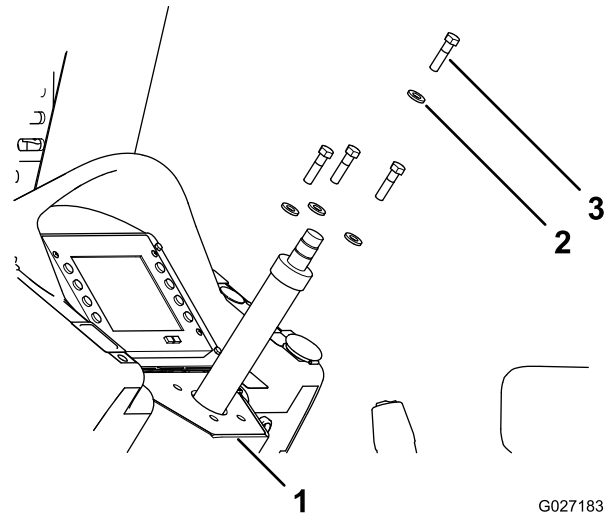

Figura 4
3. Retire los 4 pernos (3/8" x 1 1/2") y las 4 arandelas (3/8") que sujetan la columna de dirección fija y la válvula de dirección al soporte de la columna de dirección (Figura 4).